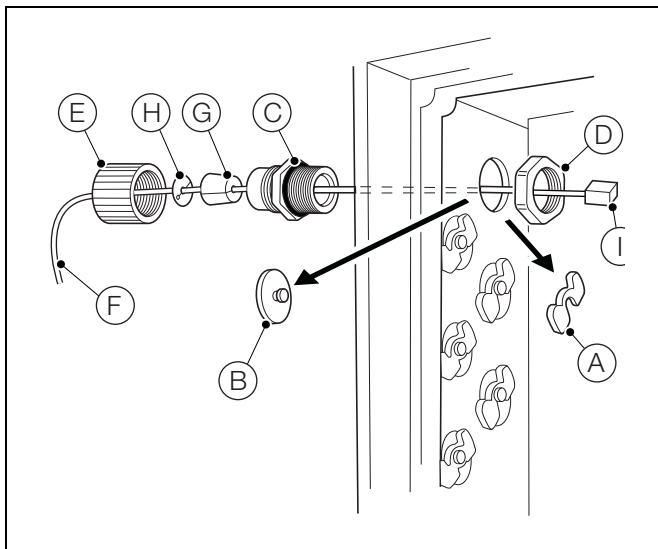
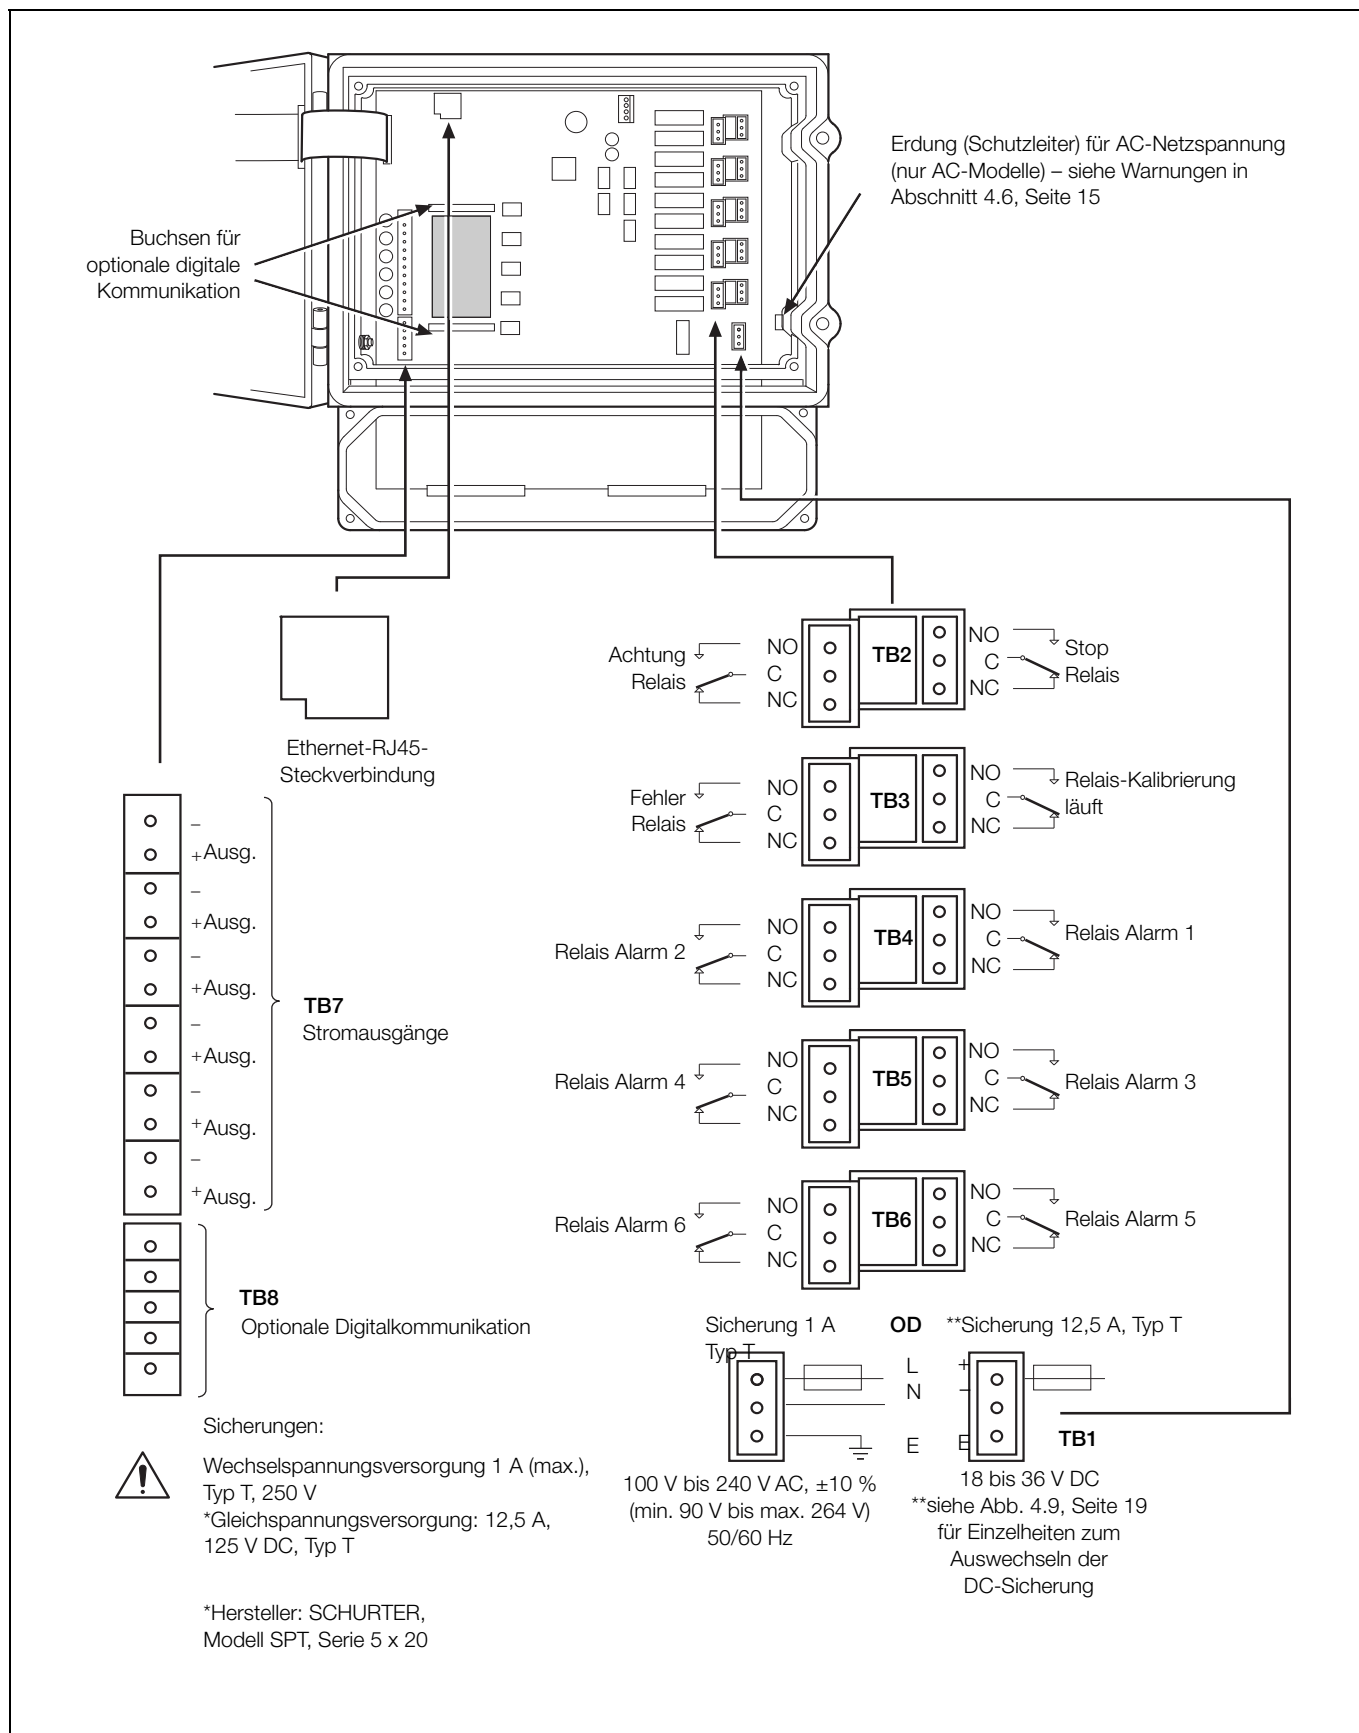

Abb. 4.6 Ethernet-Anschlüsse
Abb. 4.7 Anschlussübersicht
- Achten Sie darauf, dass die richtigen Sicherungen installiert sind (siehe Sicherungsdetails Abb. 4.7, Seite 18).
- Definitionen zu den Beschriftungen der Anschlüsse auf der Anwendungsplatine für die Anschlussklemmen finden Sie in Abb. 4.7 auf Seite 18.
1. Drehen Sie die beiden Befestigungsschrauben der Klappe der Elektronik-Einheit (A)  $\frac{1}{4}$  D Drehung entgegen dem Uhrzeigersinn und entfernen Sie die Klappe.
2. Entfernen Sie die vier Schrauben (B) mit einem Kreuzschlitz-Schraubendreher und entfernen Sie die transparente Abdeckung (C).
3. Entfernen Sie an allen Kabeleingängen den Blindstopfen, indem Sie die Sicherungsklammer (D) vom Blindstopfen (E) schieben.
4. Bringen Sie die Kabelverschraubung (F) an, und befestigen Sie sie mit der Mutter (G).
5. Entfernen Sie die Abdeckung der Kabelverschraubung (H), und ziehen Sie das Kabel (I) durch die Abdeckung.
6. Ziehen Sie das Kabel durch die Kabelverschraubung (F) und das Gehäuse.
7. Entfernen Sie alle Klemmenblockstecker (J), und verbinden Sie die Kabelenden mit einem kleinen Schlitz-Schraubendreher mit dem Stecker. Achten Sie darauf, dass die Drähte mit den richtigen Klemmen verbunden sind (siehe Abb. 4.7, Seite 18).
9. Ziehen Sie die Stopfbuchsenmutter (H) jeder Verbindung fest.
11. Nachdem alle Anschlüsse vorgenommen wurden, bringen Sie die transparente Abdeckung (C) wieder an und sichern Sie sie mit den vier Schrauben (B). Schließen Sie die Klappe der Elektronik-Einheit, und sichern Sie die, indem Sie die beiden Befestigungsschrauben (A)  $\frac{1}{4}$  im Uhrzeigersinn festdrehen.
2. Siehe Abb. 4.6:
- a. Entfernen Sie den Blindstopfen, indem Sie die Sicherungsklammer (A) vom Blindstopfen (B) schieben.
- b. Bringen Sie die Kabelverschraubung (C) an und befestigen Sie sie mit der Mutter (D).
- c. Entfernen Sie die Abdeckung der Kabelverschraubung (E) und ziehen Sie das Kabel (F) durch die Abdeckung.
- d. Ziehen Sie das Kabel durch die zweiteilige Gummihülse (G) und den Sprengring (H).
- e. Ziehen Sie das Kabel durch die Kabelverschraubung (C) und in das Gehäuse.
- f. Stecken Sie den RJ45-Anschluss (I) in die Ethernet-RJ45-Buchse auf der Anwendungsplatine (Position siehe Abb. 4.7, Seite 18), und ziehen Sie die Stopfbuchsenmutter (E) fest.